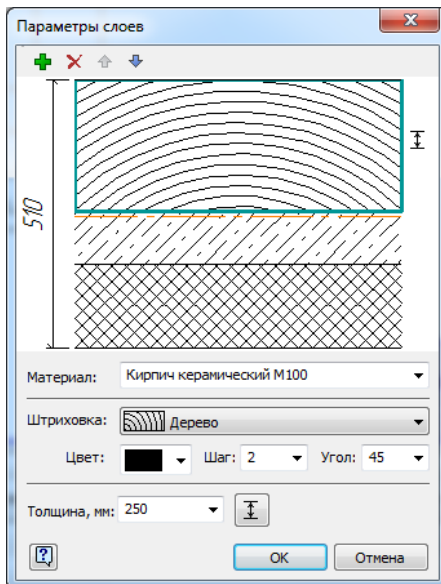

Рисунок 1.2.2. Окно диалога
- кнопка **Параметры слоев** вызывает диалог, который позволяет создать многослойные стены. (Рис. 1.2.2).